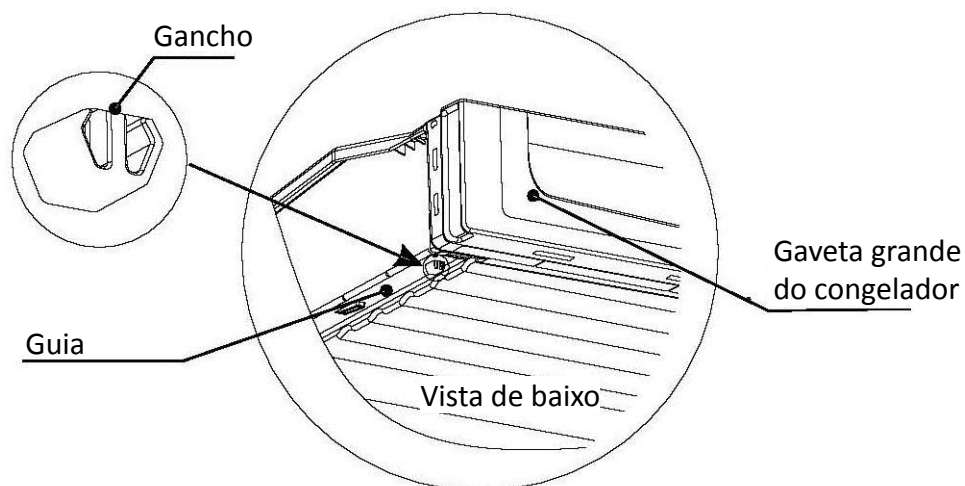

Figura 9
- Encontre os ganchos dos lados esquerdo e direito no fundo da gaveta conforme Figura 9.